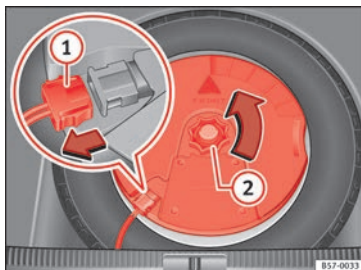

Fig. 231 Nel bagagliaio: smontare il *subwoofer*.
- Scollegare il cavo dell'altoparlante *subwoofer* »» fig. 231 (1).
- Ruotare la manopola di fissaggio in senso antiorario »» fig. 231 (2).